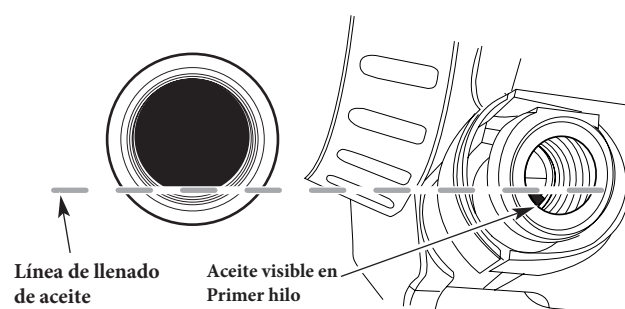

Fig. 10
5. Mire dentro del orificio de llenado de aceite; use una linterna si es necesario. Agregue aceite al orificio de llenado de aceite hasta que el nivel de aceite sea visible en la primera rosca del depósito de aceite (Fig.10). Si el nivel de aceite es demasiado bajo, agregue aceite al orificio de llenado de aceite hasta que el nivel de aceite toque la rosca inferior del orificio de llenado de aceite.